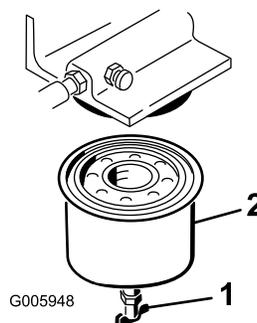

Рисунок 32
- Откройте сливной клапан (Рисунок 32), слейте топливо из топливного фильтра в подходящую емкость и утилизируйте его в установленном порядке.
- Снимите топливный фильтр с помощью ключа для топливного фильтра (Рисунок 32).